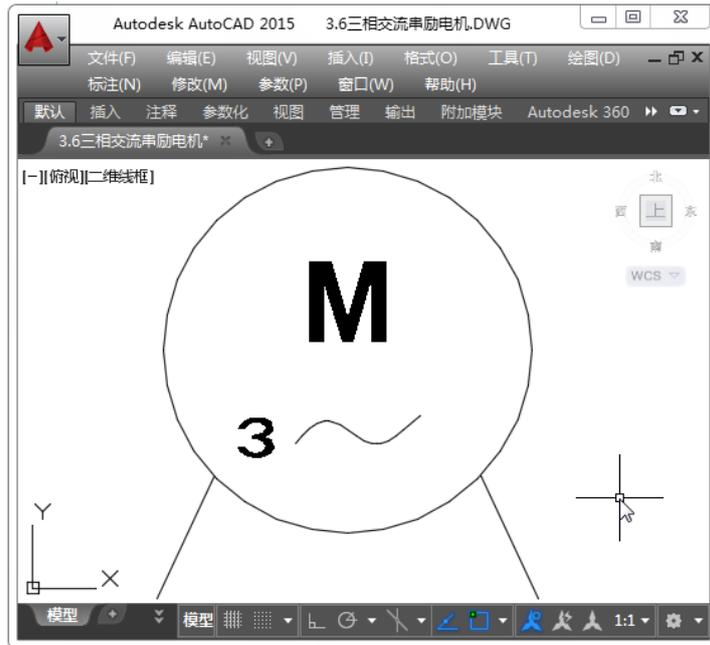

图 3-70 绘制斜线
Step04: 执行【直线】命令，在圆的底端两边分别绘制两条短斜线，与圆相接，如图 3-70 所示。